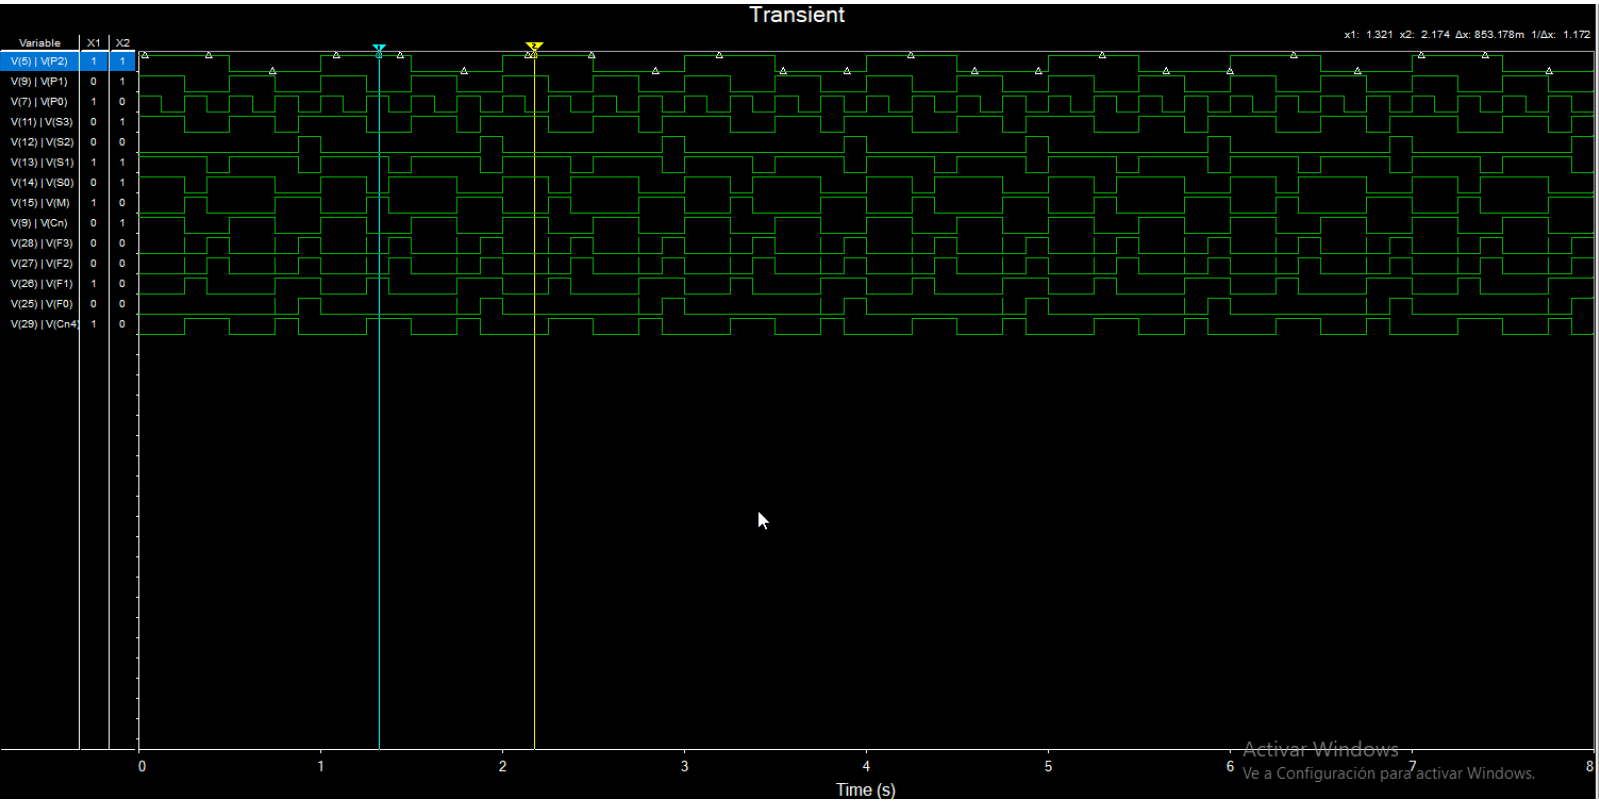

Figura 13. Cronograma circuito completo con las dos primeras operaciones
Se ha pasado al modo “Transitorio”, cuyo valor para el TSTOP se ha ajustado a 8 segundos para tener una visión más que suficiente del desarrollo evolutivo de la simulación en el tiempo reflejado en el cronograma (Figura 13 y 14).
En el cronograma de la Figura 13 se exponen las dos primeras operaciones a realizar, cuyo control está bajo  $P = (101)$  y  $P = (110)$  y cuyo comportamiento se refleja en las columnas X1 y X2, respectivamente. Observamos que para los dos casos conseguimos las salidas adecuadas:
- $P = (101) \rightarrow F = 0010$
- $P = (110) \rightarrow F = 0000$